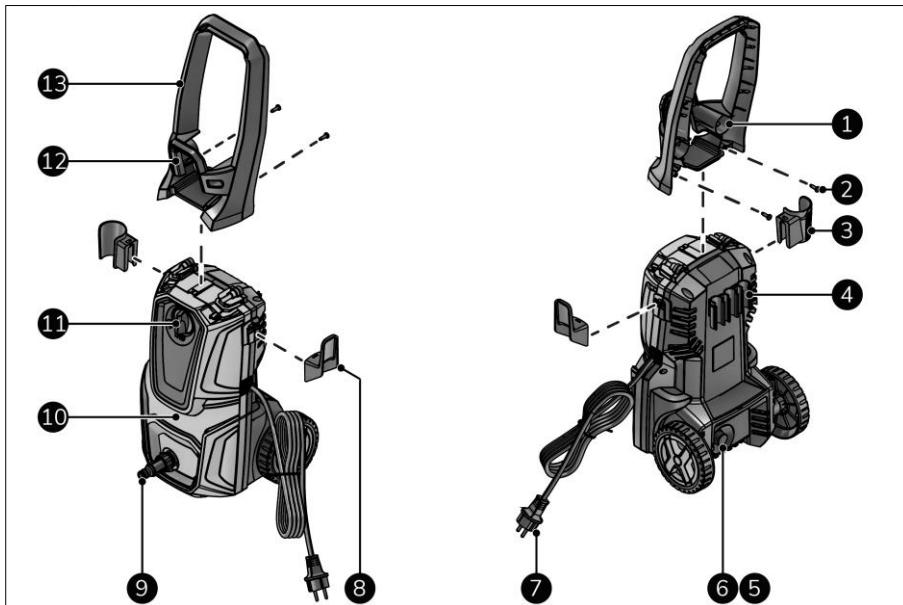

Figure 4
Cet appareil EUROM est un nettoyeur à haute pression facile à utiliser (figure 4). L'appareil est conçu pour un usage domestique, tel que le nettoyage de véhicules, bâtiments, terrasses, façades et équipements de jardin.
- Assurez-vous que le commutateur MARCHE(I) / ARRÊT(0) est en position ARRÊT(0) (figure 4, pos. 11).
- Allumez l'appareil (figure 4, pos. 11).